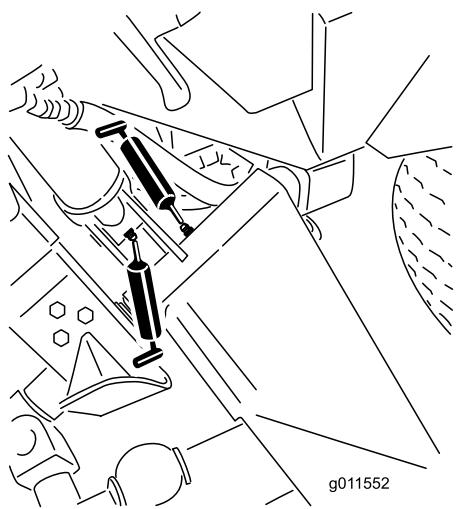
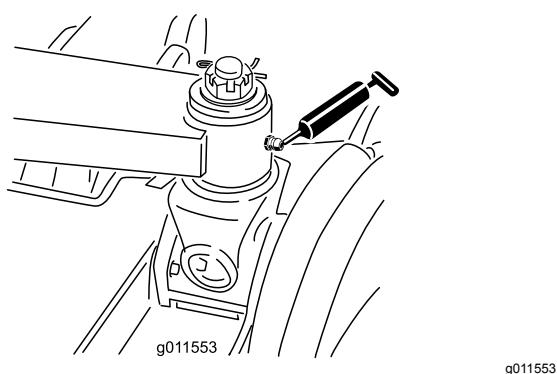

Figura 69
Figura 70
- Seis casquilhos do braço de elevação principal (Figura 69 e Figura 70)